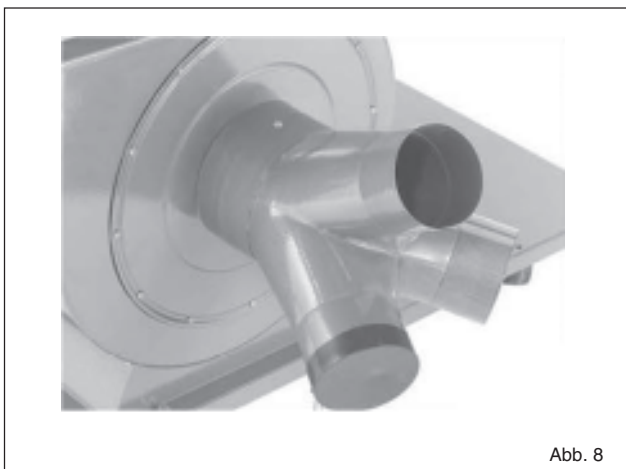

Abb. 6
4. Die Haltestangen und die Beutelhaltehaken auf die Trommeln schrauben **(Abb. 6)**.